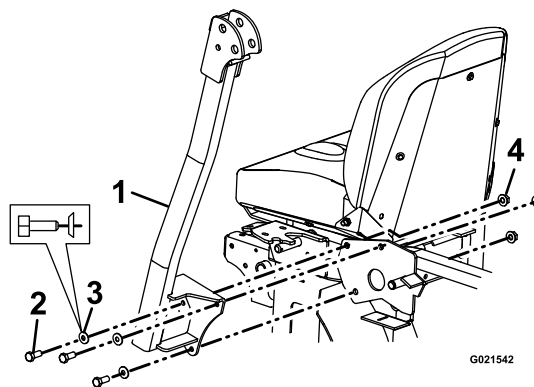

Figura 2
Instale provisionalmente la barra antivuelco derecha y barra antivuelco izquierda usando 6 tornillos de cabeza hexagonal ( $\frac{1}{2}$ " x  $1\frac{1}{4}$ " ), 6 arandelas de muelle ( $\frac{1}{2}$ " ), y 6 tuercas con arandela prensada dentada ( $\frac{1}{2}$ " ), como se muestra en la Figura 2.
**Nota:** Asegúrese de que el cono de la arandela de muelle está orientado hacia la cabeza de todos los tornillos de cabeza hexagonal (Figura 2).